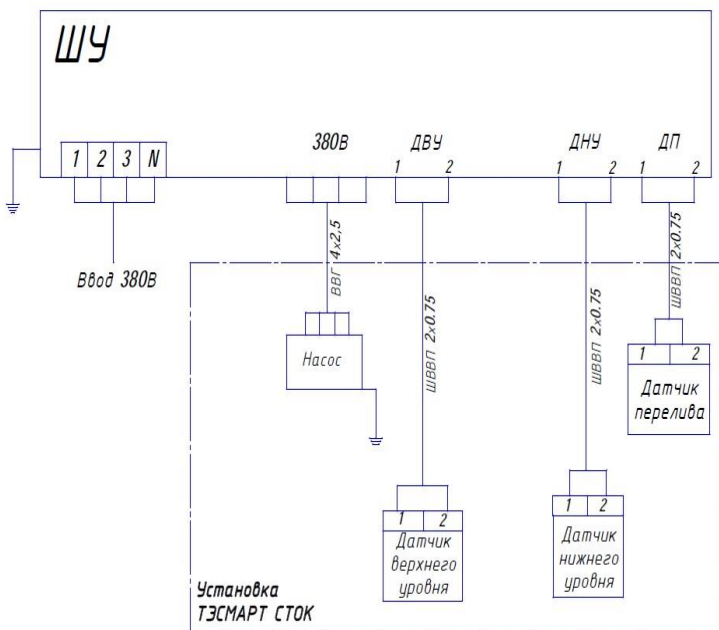

Рис. 1.3. Схема электрических соединений.
3. Выполняется монтаж электрических линий связи в соответствии с рис. 1.3.
2. Выполняется монтаж электрических линий связи в соответствии с рис. 1.3.
На рис. 1.3 представлена схема электрических соединений. При подключении датчиков уровня используется кабель ШВВП 2х0,75 или аналогичный.